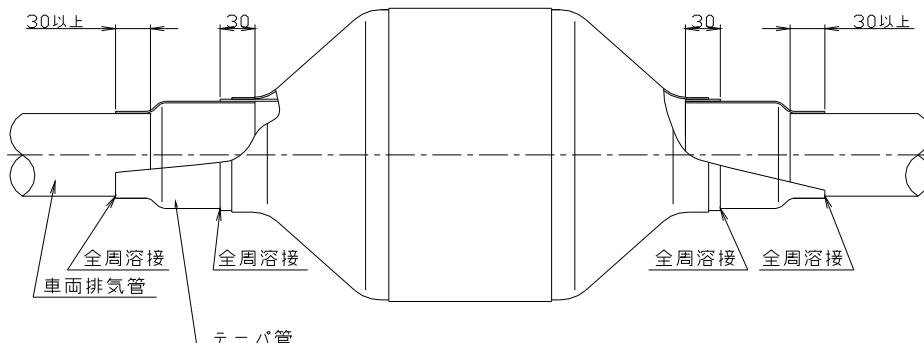

図 7
- 図 7 に示すようなテープ管（オプション部品参照）を使用して、搭載すること。